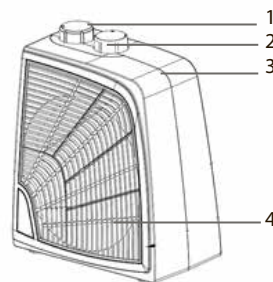

Рис. 1 TFH S20QSS
5. Описание тепловентилятора (рис.1, 2, 3)